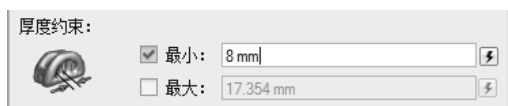

图 1-18
7) 在“厚度约束”选项区的“最小化”文本框中输入 8mm，如图 1-18 所示。